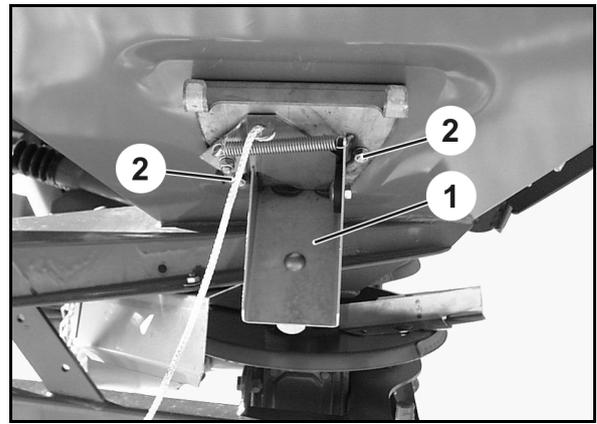

Fig. 44
2. Installez la glissière de décharge (Fig. 44/1) à l'aide des vis de fixation (Fig. 44/2).